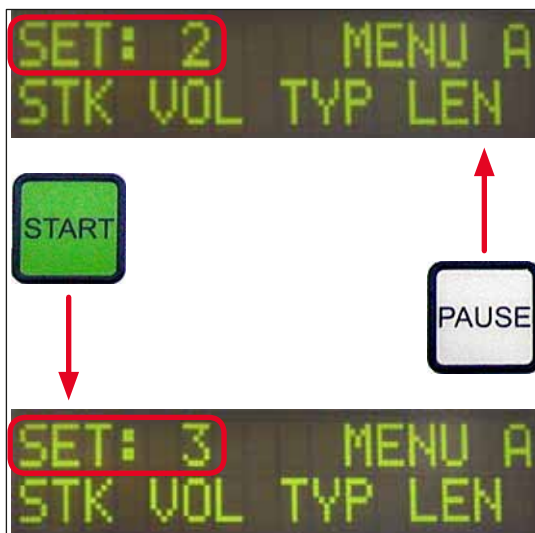

Fig. 39
① Il existe au total quatre programmes (**SET 1 (JEU 1)** à **SET 4 (JEU 4)**) qui peuvent être stockés dans l'appareil avec des réglages de paramètres différents.
- Une pression sur la touche **PAUSE** permet d'appeler le programme inférieur suivant (→ Fig. 39).